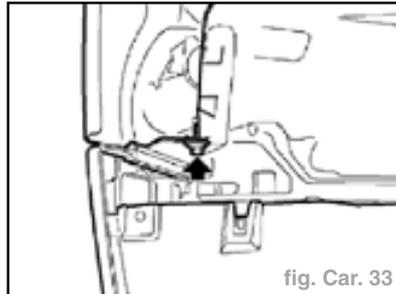

fig. Car. 33
- Déposer dans le passage de roue la vis du panneau d'aile avant sur le support du panneau (fig. Car. 33).